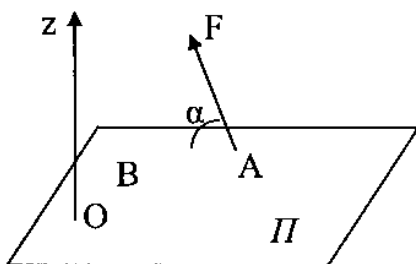

Рис.9
4. В точке  $A$  плоскости  $\Pi$  приложена сила  $F$  под углом  $\alpha$  к плоскости, (рис.9). Момент силы  $F$  относительно оси  $OZ$  равен